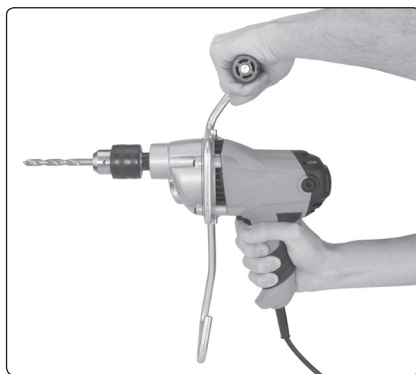

Abb. 4
- Dank einem standardmäßigen Bohrfutter kann das Rührwerk auch als eine Bohrmaschine mit einem Bohrerbereich von 1,5-13 mm angewendet werden (man muss jedoch in Betracht ziehen, dass die Höchstdrehzahl 500 U/min-1 beträgt, was ein limitierender Faktor bei der Anwendung des Rührwerks als Bohrmaschine darstellt). Bei der Anwendung als Bohrmaschine alten Sie das Gerät mit beiden Händen am Vorder- und Hauptgriff fest, siehe Abb. 4.